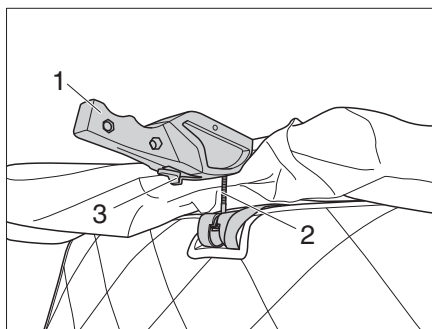

Figura 18 Desactivar los bloqueos
- Pulsar la palanca de seguridad (Figura 18,3) hacia adelante y simultáneamente tirar del dispositivo de bloqueo (Figura 18,1) a la izquierda y a la derecha hacia abajo.
- Retirar el perno (Figura 18,2) del soporte.